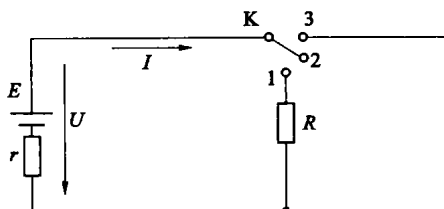

图 1.7 例 1.4 图
**【例 1.4】** 如图 1.7 所示电路,当开关  $K$  在位置 1、2、3 时分别对应哪种状态? 电流分别为多少?